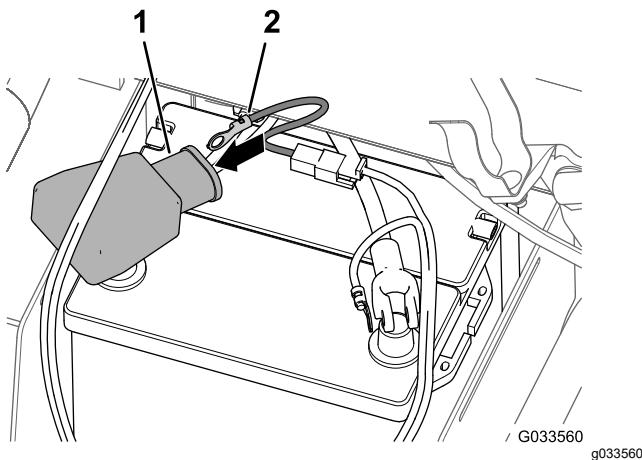

Figura 27
- 4. Alinee el terminal de anillo del eslabón fusible (arnés de cables del fumigador) por la cubierta ancha de la batería, según se muestra en Figura 27.